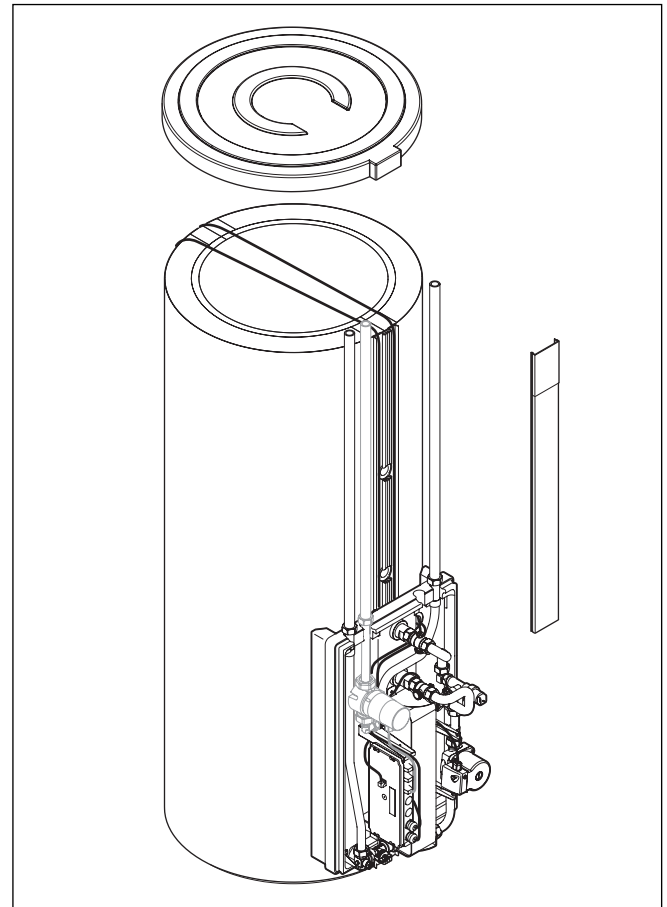
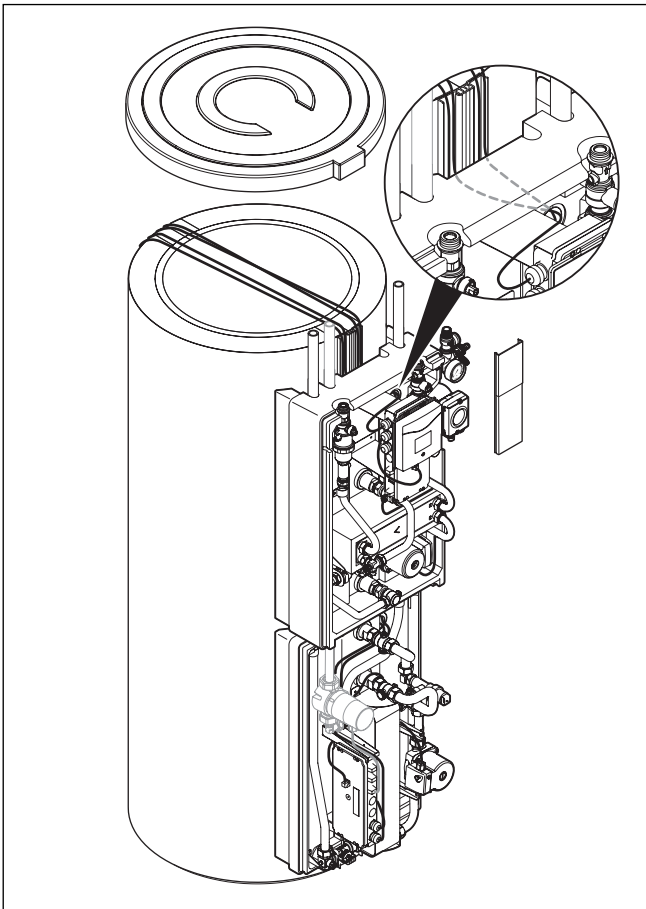

Abb. 4.8 Verlegung der elektrischen Leitungen im Kabelkanal des Pufferspeichers VPS/2, im System ohne Solarladestation
Abb. 4.9 Verlegung der elektrischen Leitungen im Kabelkanal des Pufferspeichers VPS/2, im System mit Solarladestation
- Verlegen Sie die elektrischen Leitungen im Kabelkanal vorn am Speicher (→ **Abb. 4.8**).
(→ **Abb. 4.8 bzw. Abb. 4.9**).